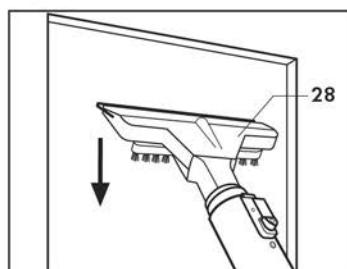

Fig. 12
- apretar la rasqueta en goma sobre la superficie y aspirar el agua presente efectuando movimientos rectilíneos verticales hacia abajo (**Fig. 12**).